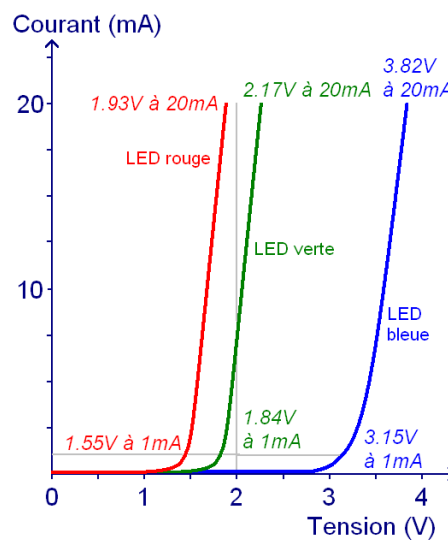

Figure 10: Courant et chute de tension d'une LED
- 4) Redimensionner la valeur de R1 pour une valeur B1=5V, sachant que le courant traversant la LED et la chute de tension produite dépend de la couleur comme le montre la Figure 10.